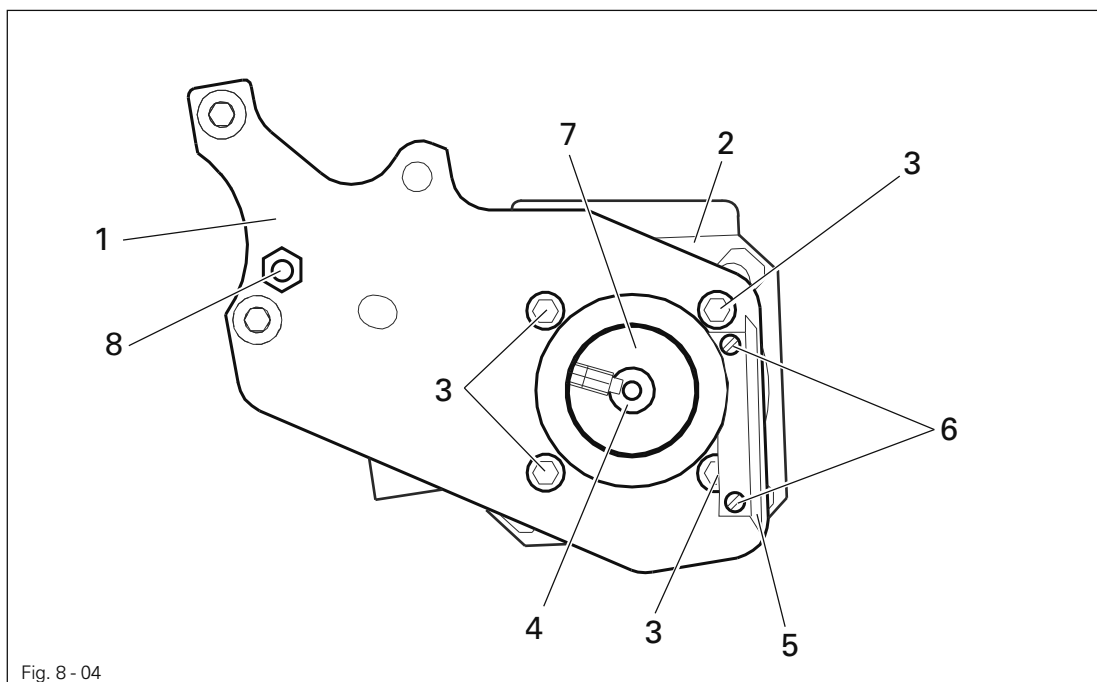

Fig. 8 - 04
- Lagerplatte 1, wie in Fig. 8 - 04. dargestellt, am Motor 2 mit Schrauben 3 anschrauben.